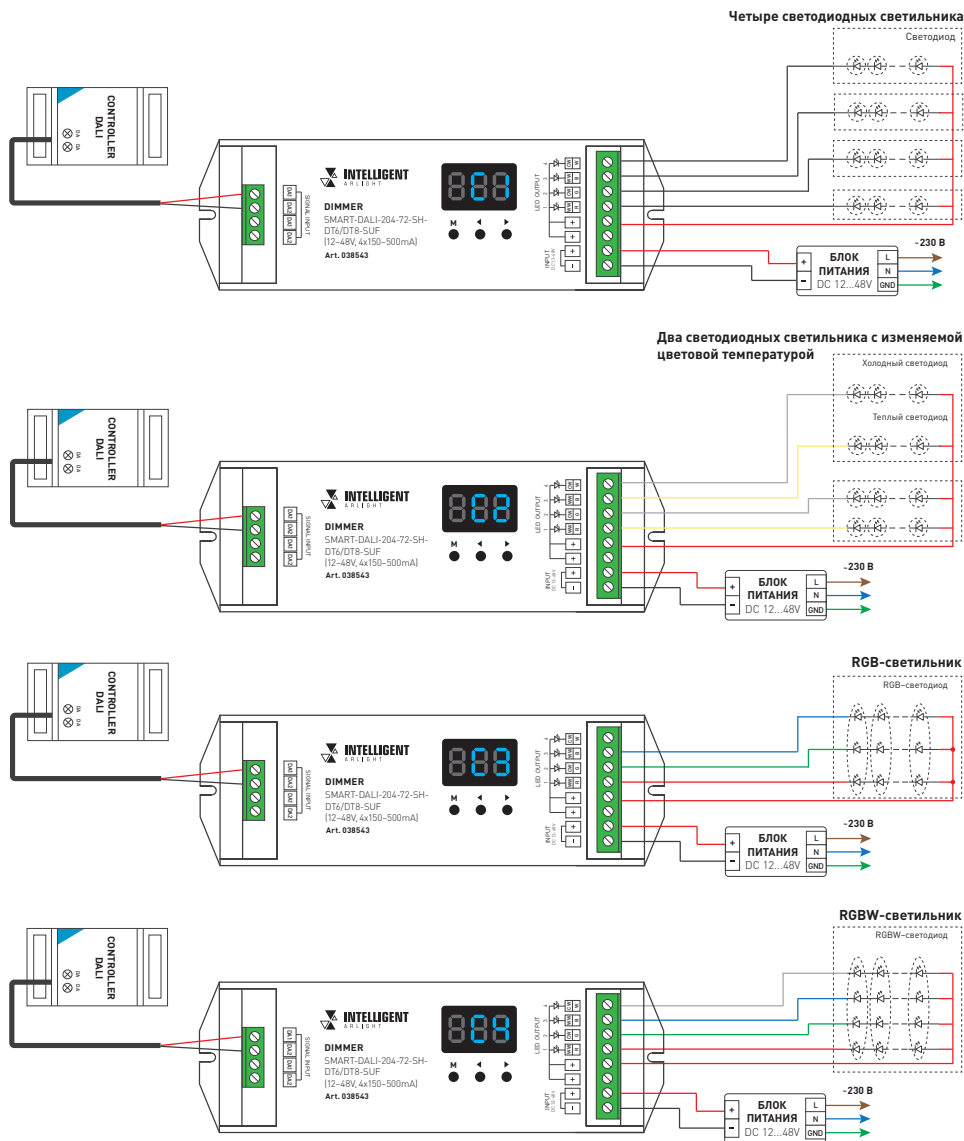

Рис. 1. Пример схемы подключения диммера к светильникам (светодиодным модулям)
3. Подключите диммер согласно схеме на рис. 1.